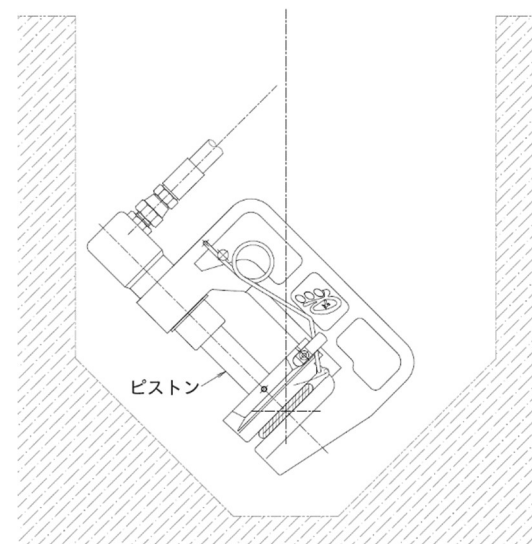

図. B-3
4. 3.の位置を一人がフレームを手で押さえて維持しながら、もう一人がハンドルを操作して、管を圧着し、仮止水します。\*（図. B-3）